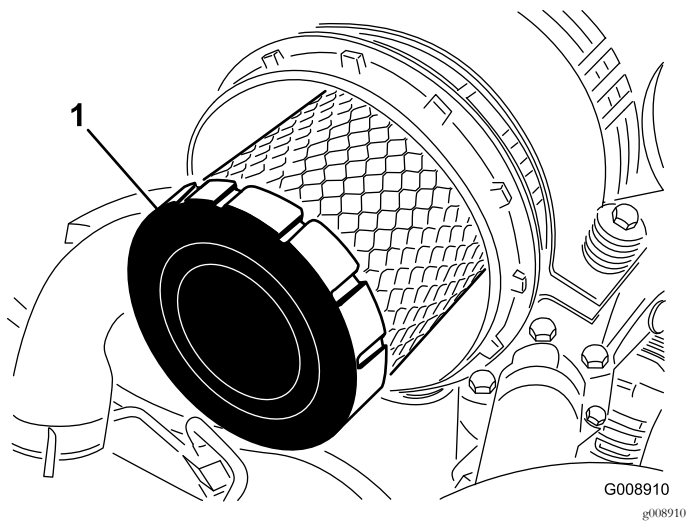

Bild 63
4. Entfernen und wechseln Sie den Hauptfilter aus (Bild 63).